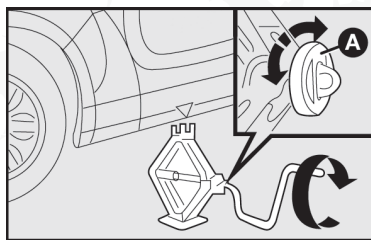

fig. 4
- 2) Encaje la manija del gato en el punto A-fig. 4 y gírela para abrirlo parcialmente.